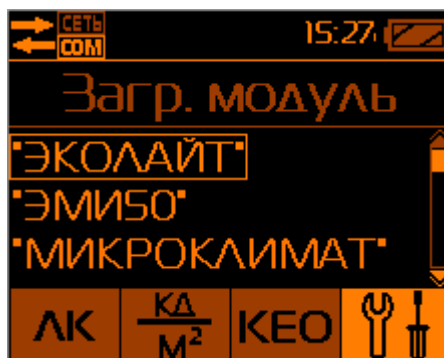

Рис.35. Меню выбора поддерживаемых измерительных головок БОИ-01.
2.3.7.4. Выбор загружаемого измерительного модуля осуществляется выбором пункта меню «Загружаемый модуль». Этот режим сообщает пользователю поддержка каких измерительных головок реализована в его конфигурации БОИ-01 (Рис.35).